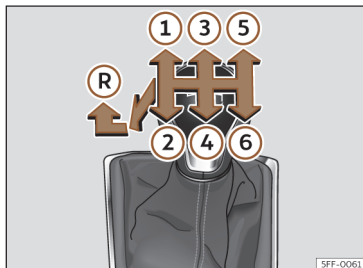

Fig. 114 Esquema de un cambio manual de 6 marchas.
En la palanca de cambios se indican las posiciones de las marchas >>> **fig. 114**.
- Con la palanca de cambios en punto muerto, presiónela hacia abajo, muévela a la izquierda hasta el final y después hacia delante para seleccionar la marcha atrás >>> **fig. 114** (R).